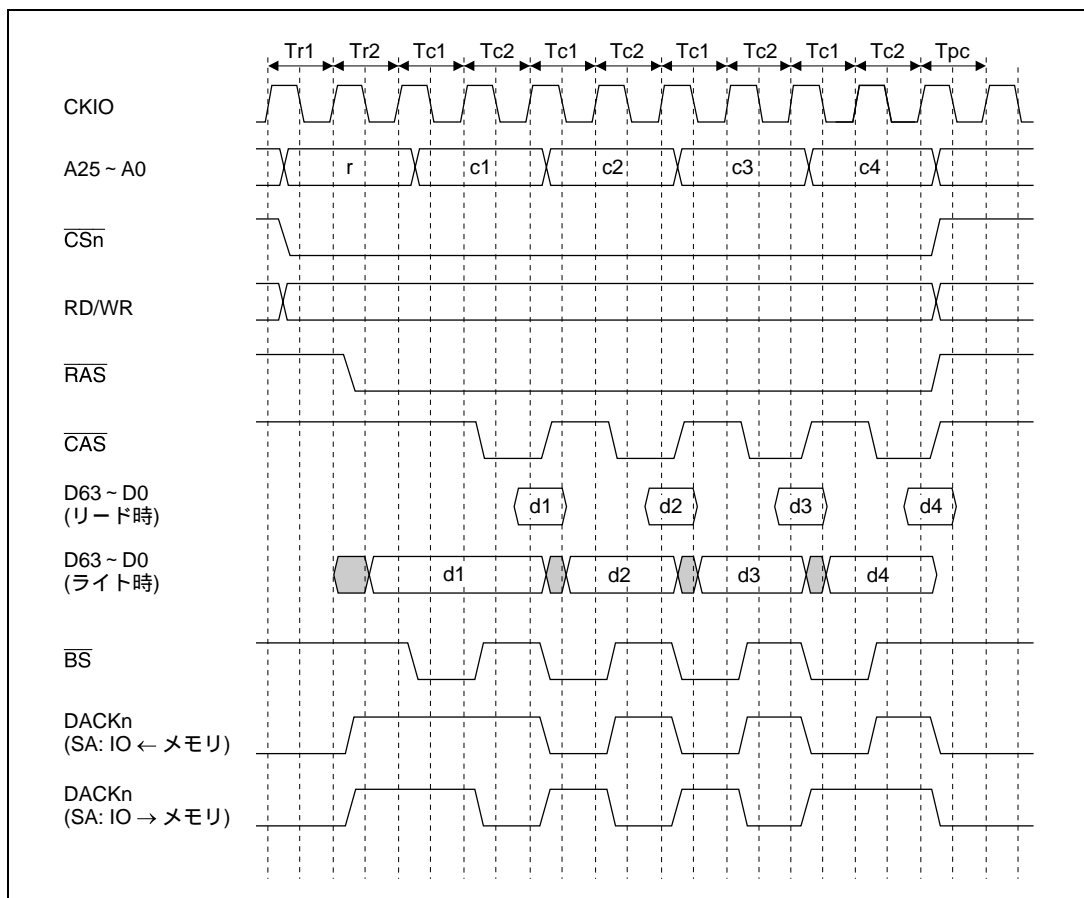

図 13.17 DRAM バーストアクセスタイミング
DRAM には、アクセスのたびにロウアドレスを出力してデータをアクセスするノーマルアクセスの他に、同一のロウに対するアクセスが連続する場合、ロウアドレスを 1 度出力したあとはカラムアドレスを変更するだけでデータに高速にアクセスできる、高速ページモードを備えているものがあります。MCR のバーストイネーブル (BE) の設定によって、ノーマルアクセスと高速ページモードを利用したバーストアクセスを選択することができます。高速ページモードによるバーストアクセスのタイミングを図 13.17 に示します。